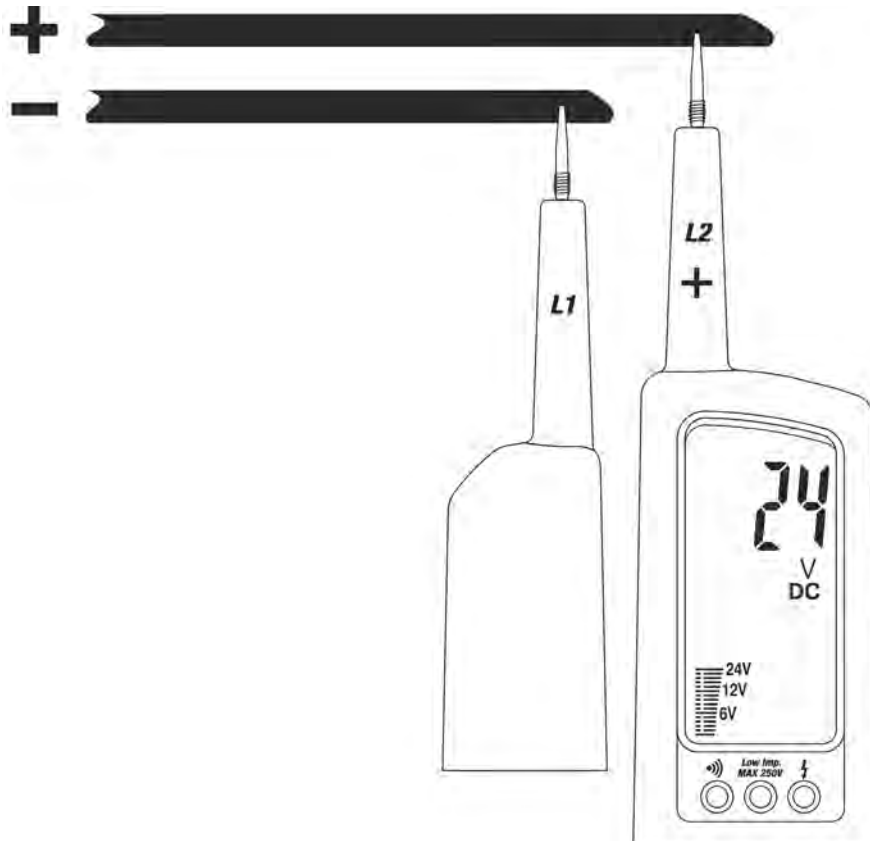

Abb. 2 DC Spannungsmessung
2. Verbinden Sie die Prüfspitzen **L1** und **L2** mit dem zu messenden Objekt (siehe Abb.2)
4. Sofern ein "-" Symbol im Display angezeigt wird, sind die Prüfspitzen in umgekehrter Richtung zu Abbildung 2 am Messobjekt angelegt.